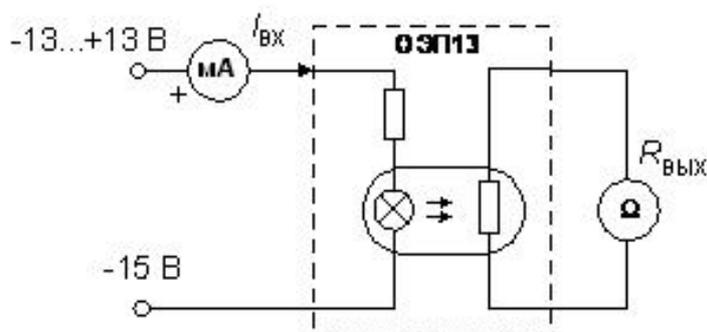

Рис. 7.2. Принципиальная схема резисторной оптопары
1. Соберите цепь (рис. 7.2) для снятия передаточной характеристики резисторной оптопары. После проверки схемы преподавателем подайте питание на панель выключателем «СЕТЬ».